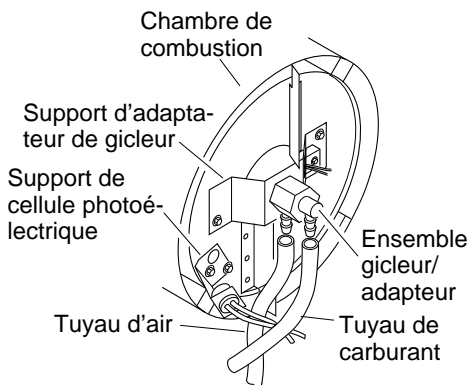
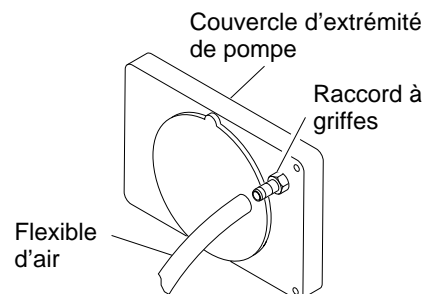

Figure 17 - Dépose des flexibles des conduites de combustible et d'air (modèles B35CEH et B70CEH uniquement)
Figure 22 - Flexible d'air au raccord à griffes
14. Remettre la cellule photoélectrique dans son support. Acheminer les fils comme illustré à la figure 17, 18 ou 19, page 12.
3. Enlever les flexibles des conduites de combustible et d'air du gicleur (voir figure 17, 18 ou 19).
4. Vérifier que les flexibles des conduites de combustible et d'air ne sont ni fendillés ni troués. Si le flexible de combustible est endommagé, le débrancher de l'adaptateur de gicleur (voir figure 17, 18 ou 19) et du filtre à combustible (voir page 9). Si le flexible d'air est endommagé, le débrancher de l'adaptateur de gicleur (voir figure 17, 18 ou 19) et du raccord à griffes du couvercle d'extrémité de la pompe (voir figure 22).
5. Installer une conduite d'air et/ou de combustible neuve. Raccorder une extrémité du flexible d'air au raccord à griffes du couvercle d'extrémité de la pompe (voir figure 22) et l'autre à l'adaptateur de gicleur (voir figure 17, 18 ou 19). Raccorder une extrémité du flexible de combustible au filtre à combustible (voir page 9) et l'autre à l'adaptateur de gicleur (voir figure 17, 18 ou 19).
Pour les modèles B35CEH et B70CEH, acheminer les conduites de combustible et d'air à peu près comme illustré à la figure 17.